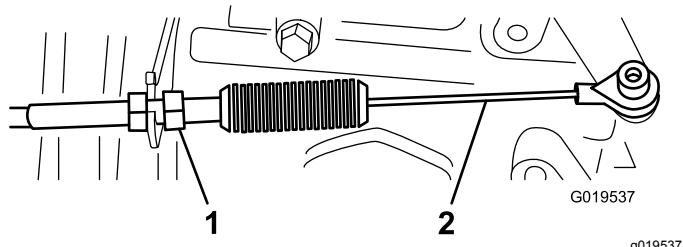

图62
2. 调节加速器拉索 图62 上的球窝接头当向踏板的中心施加 11.3kg 的力时使加速器踏板臂与菱形花纹底板 图63 顶部之间保留 2.546.35mm 的空隙。
3. 拧紧锁紧螺母 图62。